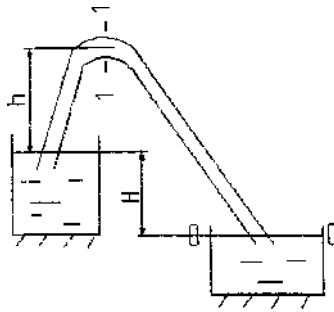

Рисунок 6
17. Із верхнього резервуара в нижній надходить вода заданої температури $t^\circ\text{C}$ по новому сталевому сифонному трубопроводі діаметром d , довжиною l і витратами Q , а відстань від початку трубопроводу до перерізу I-I h . Визначити різницю рівнів H у резервуарах. (Рис. 6).